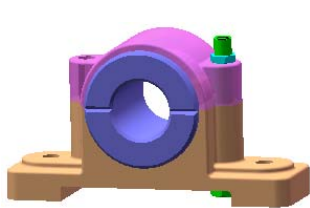
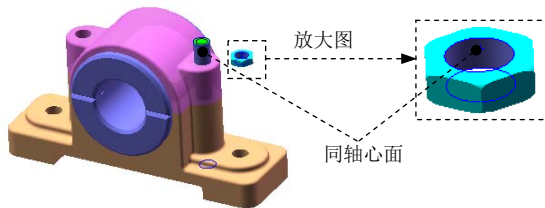
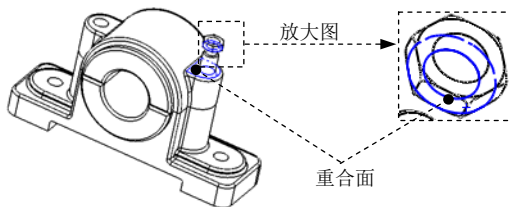

图 4.12.20 添加螺母零件
图 4.12.21 选取同轴心面
图 4.12.22 选取重合面
Step9. 添加图 4.12.20 所示的螺母并定位。选择下拉菜单 **插入(I)** → **零部件(Q)** → **现有零件/装配体(E)** 命令，系统弹出“插入零部件”窗口，单击“插入零部件”窗口中的 **浏览(B)...** 按钮，在弹出的“打开”对话框中选取 nut.SLDPRT，单击 **打开(O)** 按钮，将零件放置于图 4.12.21 所示的位置；选择下拉菜单 **插入(I)** → **配合(M)** 命令，系统弹出“配合”窗口，单击 **标准配合(A)** 窗口中的 按钮，选取图 4.12.21 所示的两个面为同轴心面，单击快捷工具条中的 按钮；单击 **标准配合(A)** 窗口中的 按钮，选取图 4.12.22 所示的两个面为重合面，单击快捷工具条中的 按钮；单击“配合”窗口的 按钮，完成零件的定位。